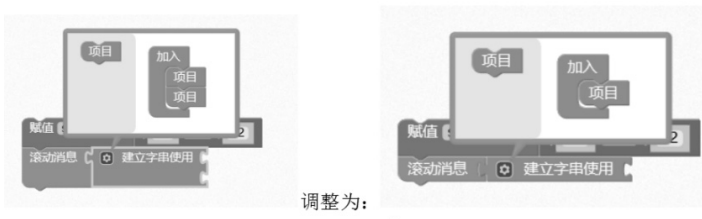
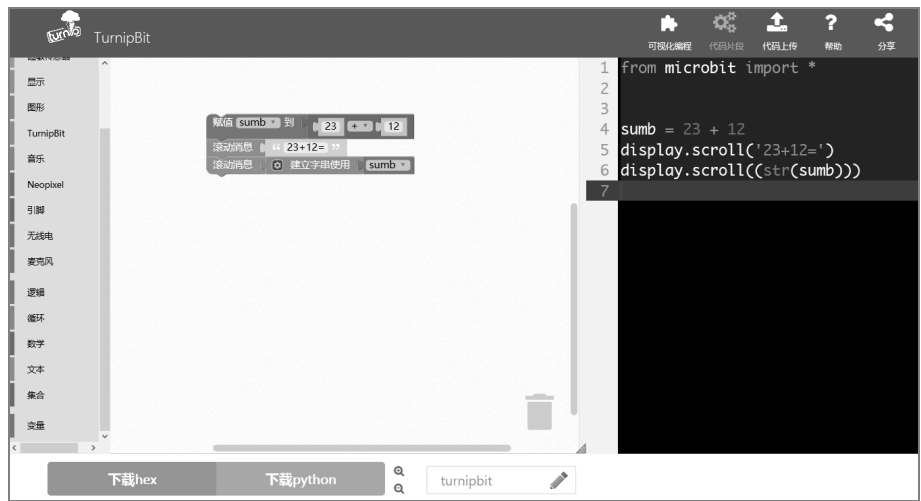

图 4-5 拼插“建立字符串使用”
图 4-6 选择变量“sumb”
④ 将计算结果 `sumb` 显示出来。在这一步，就会用到变量的类型。`sumb` 是几个整数的和，所以它是整数类型。但是在“滚动显示”模块中，我们会发现“滚动显示”中显示的内容总是在引号里面，这说明“滚动显示”只能显示字符串。所以，我们需要将 `sumb` 转换为字符串才能正常用“滚动显示”来显示。具体方法是：选用“滚动显示 ‘Hello World!’”，然后选择“文本”→“建立字符串使用”拼插在“滚动显示”的后面（覆盖“Hello World!”），点击“建立字符串使用”左边的小齿轮图标，从弹出的框右边区域将下面的“项目”删除（由于只有一个显示项目“`sumb`”，所以只保留一个“项目”即可），如图 4-5 所示。最后再点击小齿轮图标，选择“变量”→“`sumb`”，如图 4-6 所示。